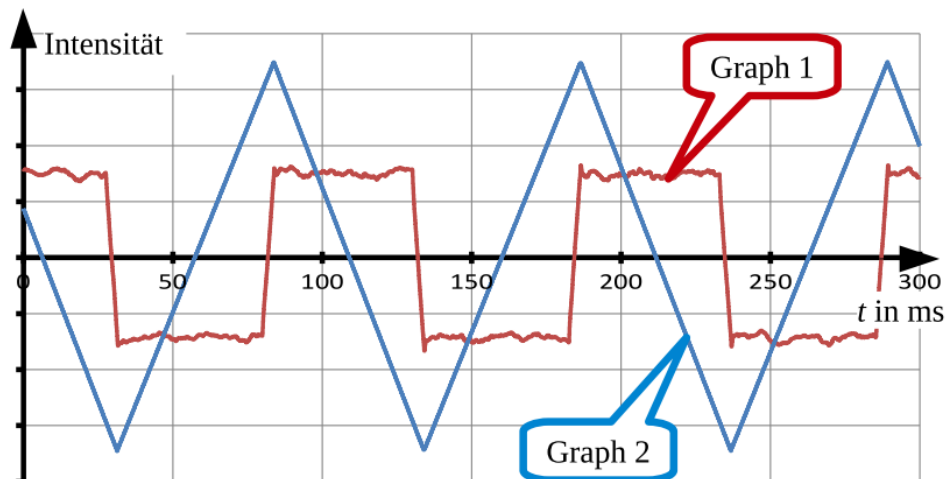

Abbildung 3: Zeitlicher Verlauf von magnetischer Flussdichte B in der Primärspule und Spannung U an der Sekundärspule in einem gemeinsamen Koordinatensystem.
- 5) Wenn man keinen sinusförmigen elektrischen Strom in der Primärspule verwendet, kann man ein Messergebnis wie in Abbildung 3 erhalten.